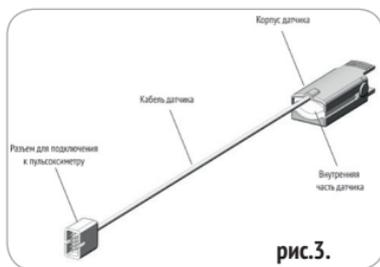

рис.3.
2.2.1.4. Датчик пульсоксиметрический пальцевый взрослый (рис.3)/